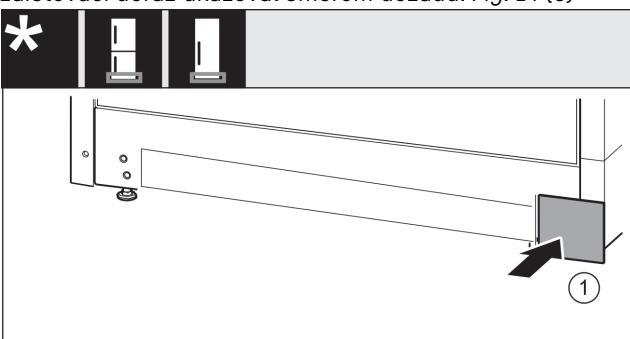

Fig. 15
- ▶ Kryt opäť nasadťte na druhú stranu. Fig. 15 (1)